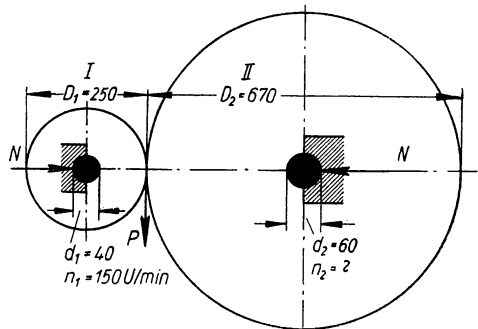

Bild 237
**363.** Bei dem Reibungsräder-Getriebe nach Bild 237 wird die kleine Scheibe von 250 mm Durchmesser mit  $n = 150 \text{ U/min}$  angetrieben und überträgt eine Leistung 1,8 PS auf die große Scheibe von 670 mm Durchmesser. Die Wellendurchmesser sind 40 und 60 mm. Gesucht wird a) die durch Reibung zwischen den Rädern übertragene Umfangskraft  $P$ ; b) der Normaldruck  $N$ , mit dem die